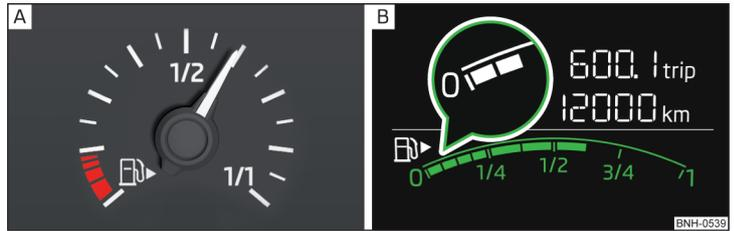

Fig. 24 Indicador de nivel de combustible: Variante 1 / Variante 2
**Tipos de indicadores de la reserva de combustible » fig. 24**
La marca de reserva se señala por el sector rojo de la escala » fig. 24 - **A** y/o al indicarse solamente los dos últimos segmentos de la escala » fig. 24 - **B** en la lupa.